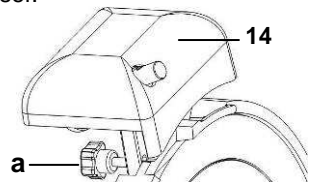

Fig. 6
- Desserrer la molette de fixation (a) de l'affûteur (14) à l'arrière de l'appareil (fig. 6).
- Retirer l'affûteur (14) et le retourner à 180°.
- Retirer l'affûteur de l'appareil. (Fig. 6).
- Retirer complètement l'affûteur de l'appareil (fig. 6).